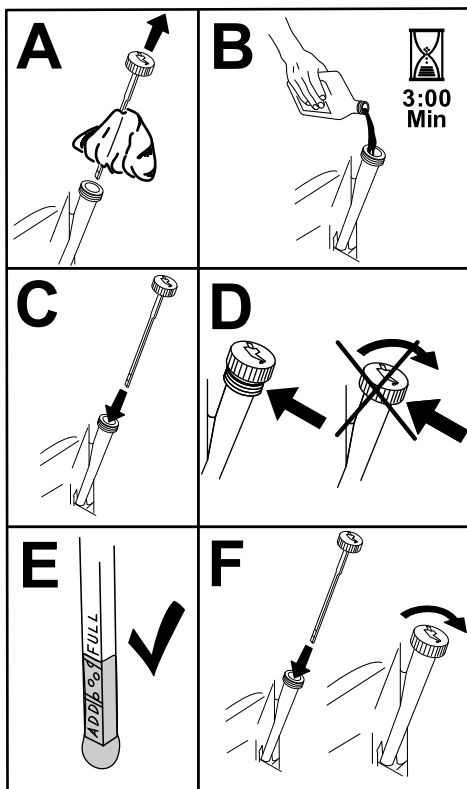

Figure 29
5. Versez avec précaution environ 80 % de la quantité d'huile spécifiée dans le goulot de remplissage (Figure 29).